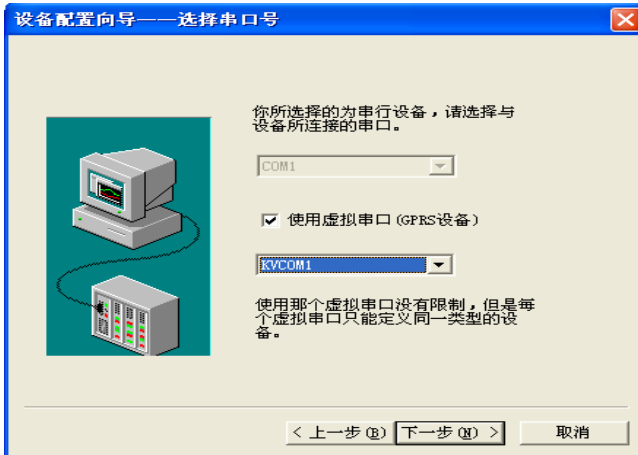

图 6.60 选择使用虚拟串口设备
3. 给莫迪康 PLC 选择一个虚拟串口，如下图 6.60 所示：